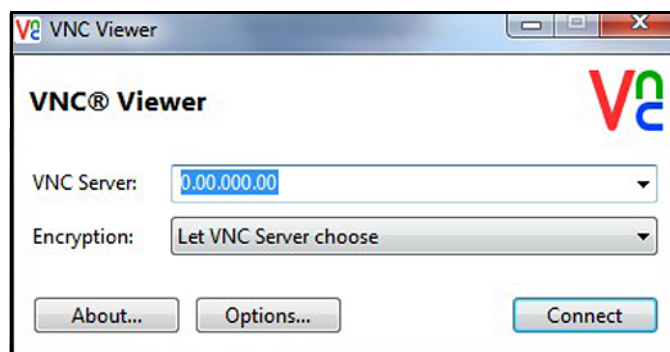

Figure 74: Écran VNC Viewer
5. À partir du **PC**, rendez-vous sur le site Web **RealVNC** et téléchargez le visualisateur VNC (*VNC Viewer*). Lancez ensuite *VNC Viewer* et lorsque vous y êtes invité, saisissez l'*Adresse IP* relevé du moisture.IQ (voir *Figure 74* ci-dessous). Cliquez sur **Connect**.